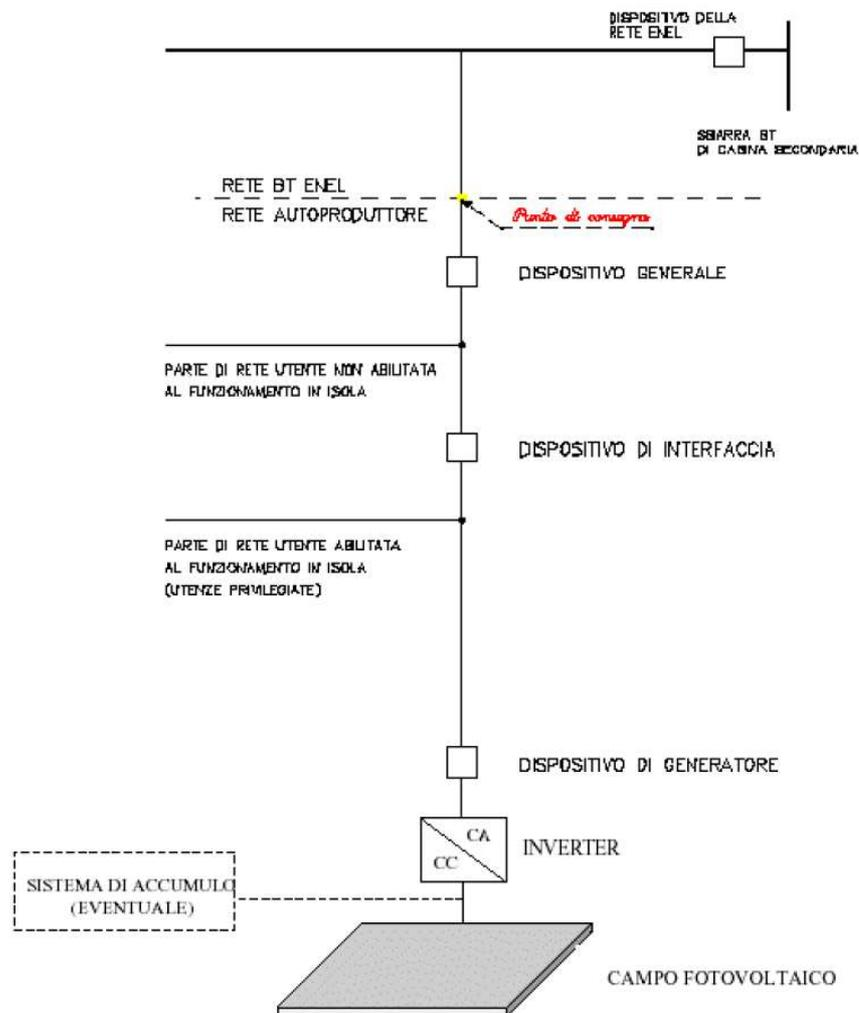

Figura 1
- **Sistema fotovoltaico connesso in rete:** impianto fotovoltaico di piccole dimensioni, installato sulla residenza dell'utente finale e connesso alla rete di distribuzione dell'energia elettrica. Questo impianto ha la particolarità di lavorare in regime di interscambio con la rete elettrica locale. In pratica, nelle ore di luce l'utenza consuma l'energia elettrica prodotta dal proprio impianto, mentre quando la luce non c'è o non è sufficiente, oppure se l'utenza richiede più energia di quella che l'impianto è in grado di fornire, sarà la rete elettrica che garantirà l'approvvigionamento dell'energia elettrica necessaria, fungendo da batteria di capacità infinita. Se succede che l'impianto solare produce più energia di quella richiesta dall'utenza, tale energia può essere immessa in rete. In questo caso si parla di "cessione delle eccedenze" all'azienda elettrica locale. Il passaggio tra queste diverse situazioni è completamente automatico. In figura 1 lo schema tipico di collegamento dell'impianto fotovoltaico alla rete elettrica di distribuzione;